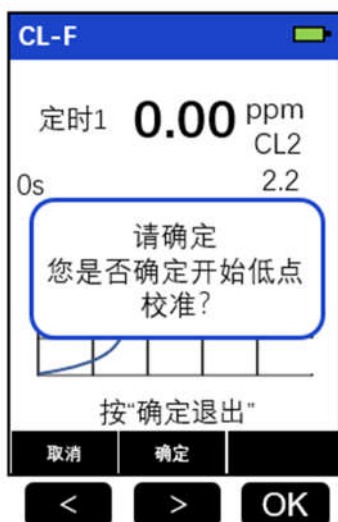

图 17: 低点校准
- 2、按“校准/系统”按钮，然后选择“低点校准”进入校准屏幕，如图 17 所示。